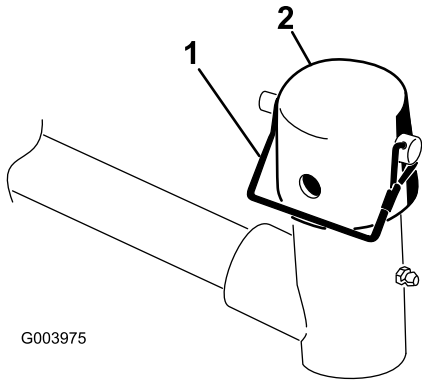

Figura 6
8. Togliete il perno di ritenuta e il cappuccio dalla forcella di articolazione del braccio di sollevamento (Figura 6).